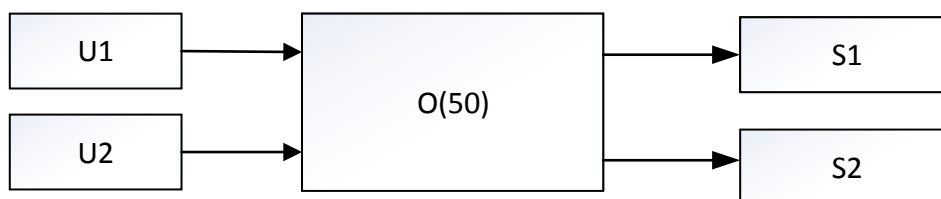

Рис. 6. Вариант 6 (Функциональная схема СМО)
6. СМО состоит из двух источников заявок (U1 – основной и U2 – вспомогательный, включающийся только в «час пик»), очереди конечной длины и двух серверов обслуживания (S1 – основной и S2 – резервный, включающийся только в «час пик»). Схема СМО изображена на рис. 6. Исследуйте характеристики СМО при наличии «часа пик».